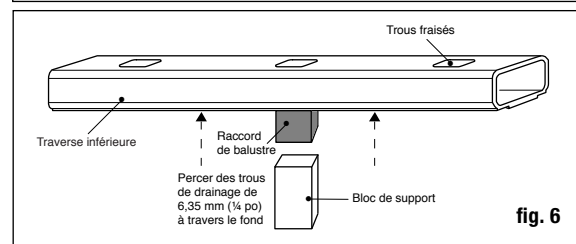

fig. 6
Étape 7 Trouvez le centre de la base de la traverse du bas et fixez le raccord de balustre inclus avec le bloc de support, en utilisant les vis fournies. Vérifiez les exigences du code de la construction quant à l'espacement maximum entre la surface de la terrasse et le bas de la traverse (balayage); nous recommandons 7,6 cm (3 po), mais peut être moindre si désiré. Si nécessaire, coupez le bloc de support à la hauteur désirée (fig. 6). Afin de ne pas dépasser la portée maximale autorisée, la traverse inférieure doit être soutenue tous les 0,91 m (3 pieds) au maximum. **Percer deux trous de drainage de 6,35 mm (1/4 po) à travers le fond de la traverse pour éviter que l'eau ne soit coincée. Centrer les trous de drainage entre les deux emplacements de balustres car le balustre peut bloquer le passage et empêcher l'eau de se drainer correctement.**